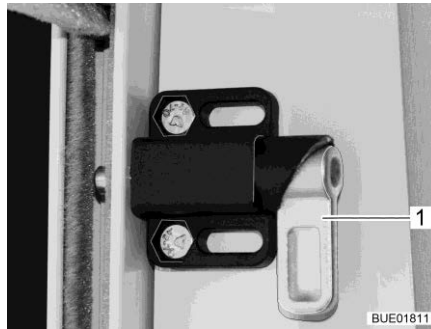

Bild 104 Låsregel mörkläggningsgardin vindruta
- Vrid låsreglarna (Bild 104,1) på båda sidor uppåt.
- Vrid låsreglarna (Bild 104,1) på båda sidor nedåt.